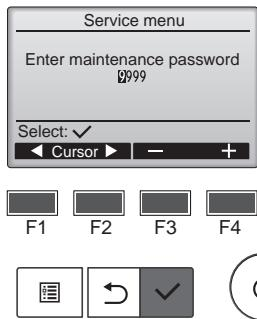

Fig. 7-2
① Seleccione "Service" (Revisión) desde el Menú principal y pulse el botón .
② Una vez seleccionado el menú "Service" (Revisión), aparecerá una ventana que le solicitará la contraseña. (Fig. 7-2)